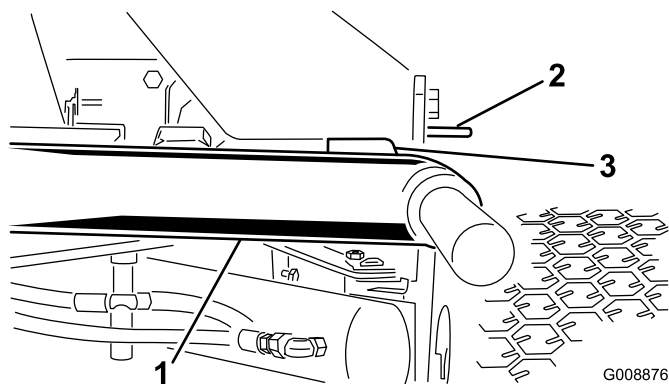

Figura 22
1. Ligue o motor, eleve os braços de elevação e verifique se a folga entre cada braço de elevação e o suporte da placa do chão é de 5 a 8 mm (Figura 22).